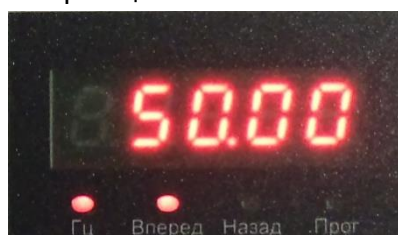

Рис.4.12
4.12.2. Подать напряжение питания на преобразователь частоты. На дисплее должна появиться индикация (рис. 4.12) :